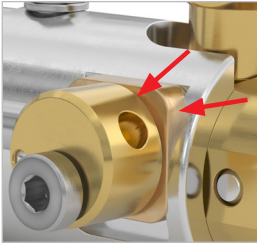
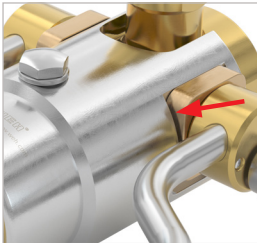

Abbildung 13
Abbildung 14
- ▶ Bringen Sie einen dünnen Film des WEH® Schmiermittel zwischen den Exzentern (roter Pfeil, *Abbildung 13* und *Abbildung 14*) auf.